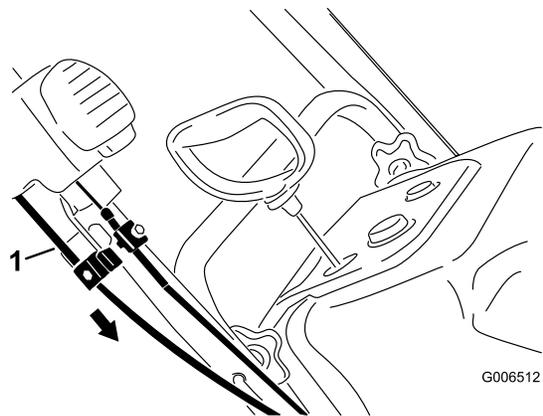

Figure 35
4. Maintenez la goulotte dans cette position, tirez sur la gaine du câble inférieur pour tendre le câble complètement, puis serrez la vis du serre-câble solidement (Figure 35).